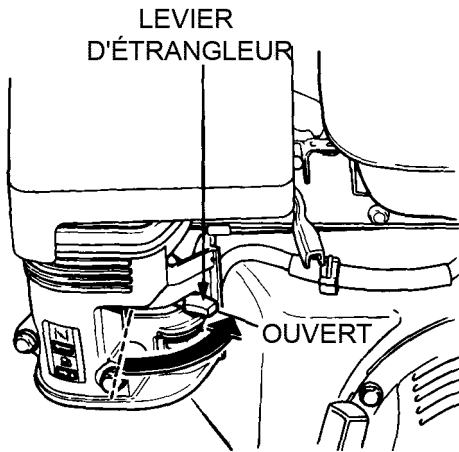

Figure 14. Levier d'étrangleur du moteur (ouvert)
- Placez le **levier d'étrangleur** (Figure 14) en position «**OUVERT**» si vous voulez démarrer un **moteur froid**.